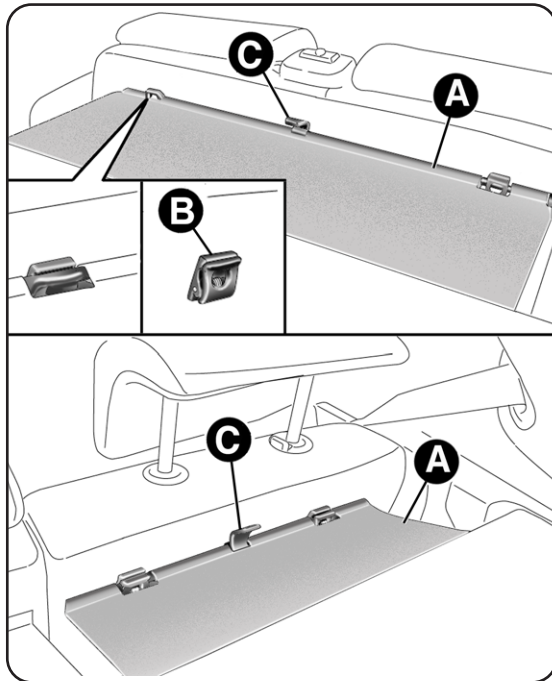

fig. 60
- libérer les stores de la plage arrière A-fig. 60 des crochets B situés sur les dossiers des sièges arrière;